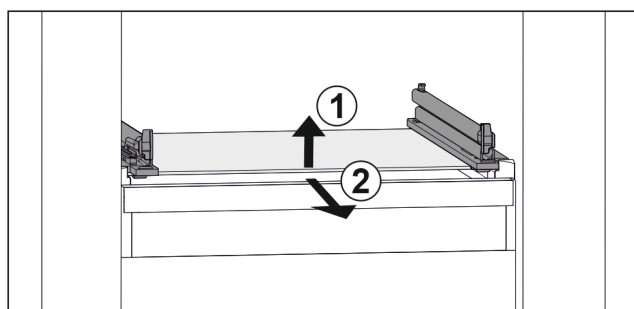

Fig. 102 Exempel på glashylla
- Lyft glashylla framtill. Fig. 102 (1)
- Ta ut glashylla framåt. Fig. 102 (2)